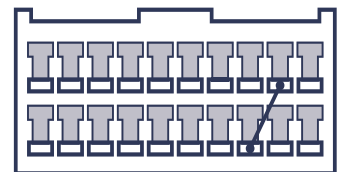

Рис. 18. Разъем иммобилайзера
- если иммобилайзер не установлен, то нет перемычки между контактами 9 и 18 (см. Рис. 18) в его разъеме, находящимся в консоли, недалеко от контроллера ЭСУД;